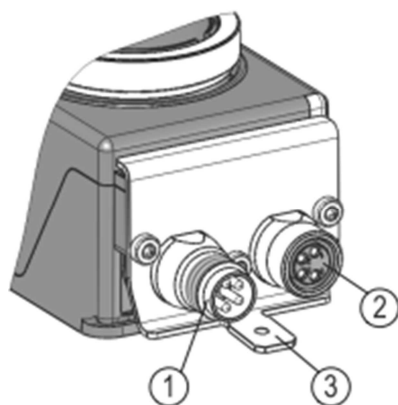

図 5 : コネクタ配置
ピン配置 (図 5 参照)
またアース端子④をアース接続してください。（図 5 参照）